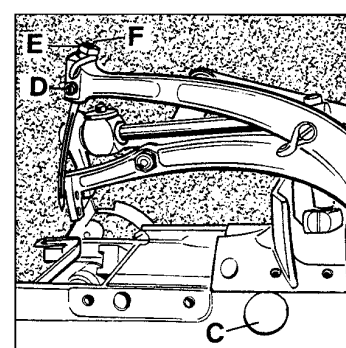

Fig. 7
If adjustment is required remove plug (C, Fig. 7). Set screw for looper shaft is accessible through this hole. Loosen the screw and move the looper shaft to the right or to the left to obtain the 4 mm (5/32") respectively the 3.6 mm (9/64") distance. The looper point should pass as close as possible to the back of the needle without contacting it. Clearance 0.08 to 0.13 mm (0.003 to 0.005 in.). Retighten screw and remount the plug.
If adjustment is necessary, loosen set screw (D, Fig. 7) and remove needle, then loosen lock nut (E) and regulate the height adjustment screw (F) to set the needle to the required height. Retighten lock nut (E) to maintain this setting.
Ist eine Einstellung notwendig, entfernen Sie den Verschlussstopfen (C, Fig. 7). Durch diese Bohrung ist die Befestigungsschraube für die Greiferwelle zugänglich. Lösen Sie die Schraube und schieben Sie die Greiferwelle nach rechts oder links, bis der Abstand 4 bzw. 3,6 mm erreicht ist. Die Greiferspitze soll so dicht wie möglich hinter der Nadel vorbei gehen, ohne diese zu berühren (0,08 - 0,13 mm Abstand). Ziehen Sie die Schraube wieder an und montieren Sie den Verschlussstopfen.
Ist eine Einstellung notwendig, lösen Sie die Befestigungsschraube (D, Fig. 7) und entfernen Sie die Nadel; dann lösen Sie die Mutter (E) und regulieren die Höhen-Einstellschraube (F) entsprechend auf die richtige Nadelhöhe. Ziehen Sie die Mutter (E) wieder an, damit diese Einstellung erhalten bleibt.